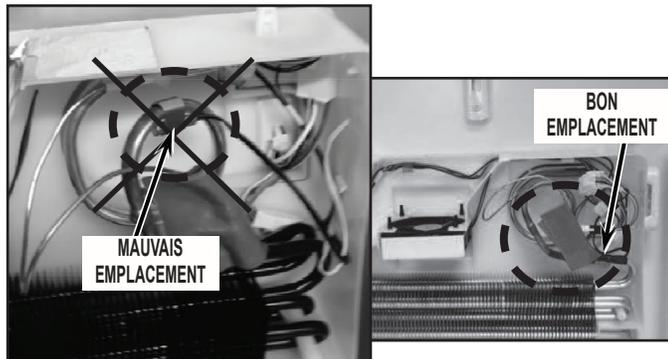

FIGURE 1
2. Replacer le faisceau de câblage de l'évaporateur en s'assurant que la thermistance est fixée au tuyau d'aspiration sortant directement de l'évaporateur. Voir la *Figure 1*.